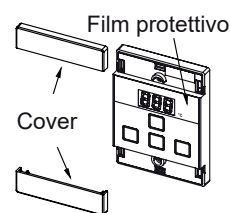

Fig. 4
7. Eliminare la pellicola protettiva dal comando remoto e rimontare le cover rimosse in precedenza (Fig. 4).